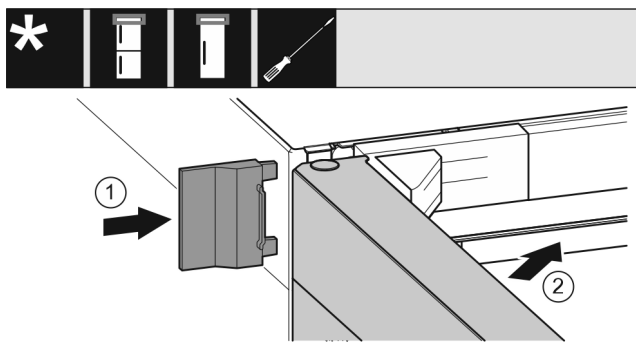

Fig. 23
- ▶ Nataknite vanjski poklopac Fig. 23 (1).
- ▶ Zatvorite gornja vrata Fig. 23 (2).